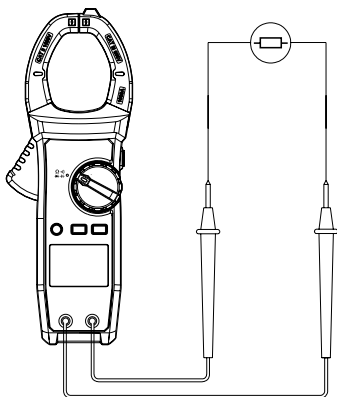

Рис. 8 Измерение сопротивления
- 2) Установите переключатель на  $\Omega$ , нажмите SELECT, чтобы выбрать измерение сопротивления  $\Omega$ , подсоедините щупы тестовых проводов к выводам тестируемого элемента (см. рис. 8).